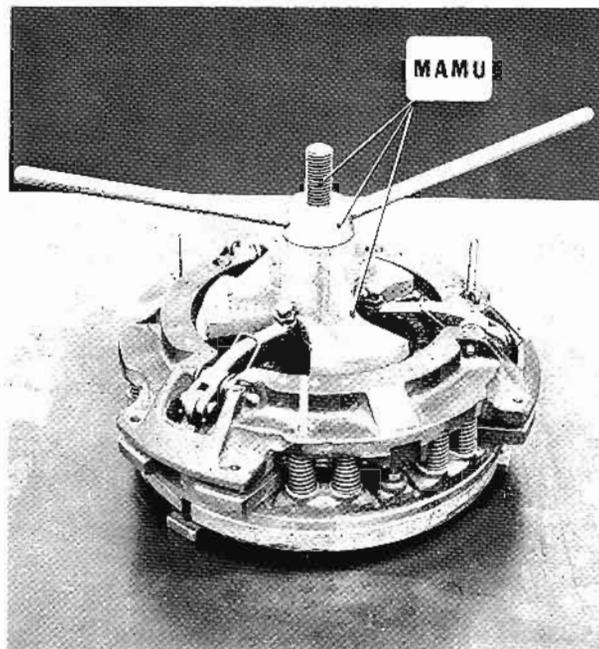

Fig. 4
- 5° - Remplacer les 3 vis ($\varnothing = 6,35 \text{ mm} \times 55 \text{ mm}$) montées avant dépose de l'embrayage par trois goujons (outils "Service") prévus à cet usage. Voir la figure 4.
- 7° - Extraire les axes (10) d'articulation des biellettes sur le plateau d'embrayage (5).